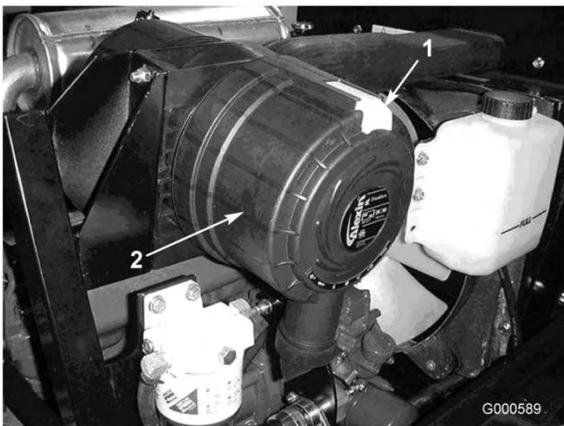

Figura 32
1. Tire hacia fuera del enganche y gire la tapa del limpiador de aire en el sentido contrario a las agujas del reloj (Figura 32).